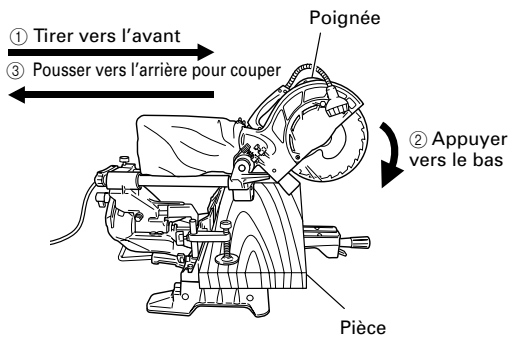

Fig. 28
(1) Pièces d'une hauteur allant jusqu'à 2-9/16" (65mm) et d'une largeur allant jusqu'à 12-1/4" (312mm): Desserrer le bouton de fixation de glissière et incliner la lame vers l'avant (Voir Fig. 2). Puis, appuyer sur la poignée et ramener la lame vers l'arrière pour couper la pièce comme indiqué à la Fig. 28. Cela facilitera la coupe des pièces d'une hauteur allant jusqu'à 2-9/16" (65mm) et d'une largeur allant jusqu'à 12-1/4" (312mm).
(2) Pièces d'une hauteur allant jusqu'à 2-15/16" (75mm) et d'une largeur allant jusqu'à 10-5/16" (262mm): Les pièces d'une hauteur allant jusqu'à 2-15/16" (75mm) et d'une largeur allant jusqu'à 10-5/16" (262mm) se coupent de la même façon que décrit au paragraphe 6 - (1) ci-dessus.
⚠ AVERTISSEMENT: * Lors d'une coupe avec chariot, procéder comme indiqué à la Fig. 28. Une coupe avec chariot vers l'avant (vers l'opérateur) serait très dangereuse car la lame pourrait effectuer un retour vers le haut. En conséquence, toujours déplacer la poignée loin de l'opérateur.